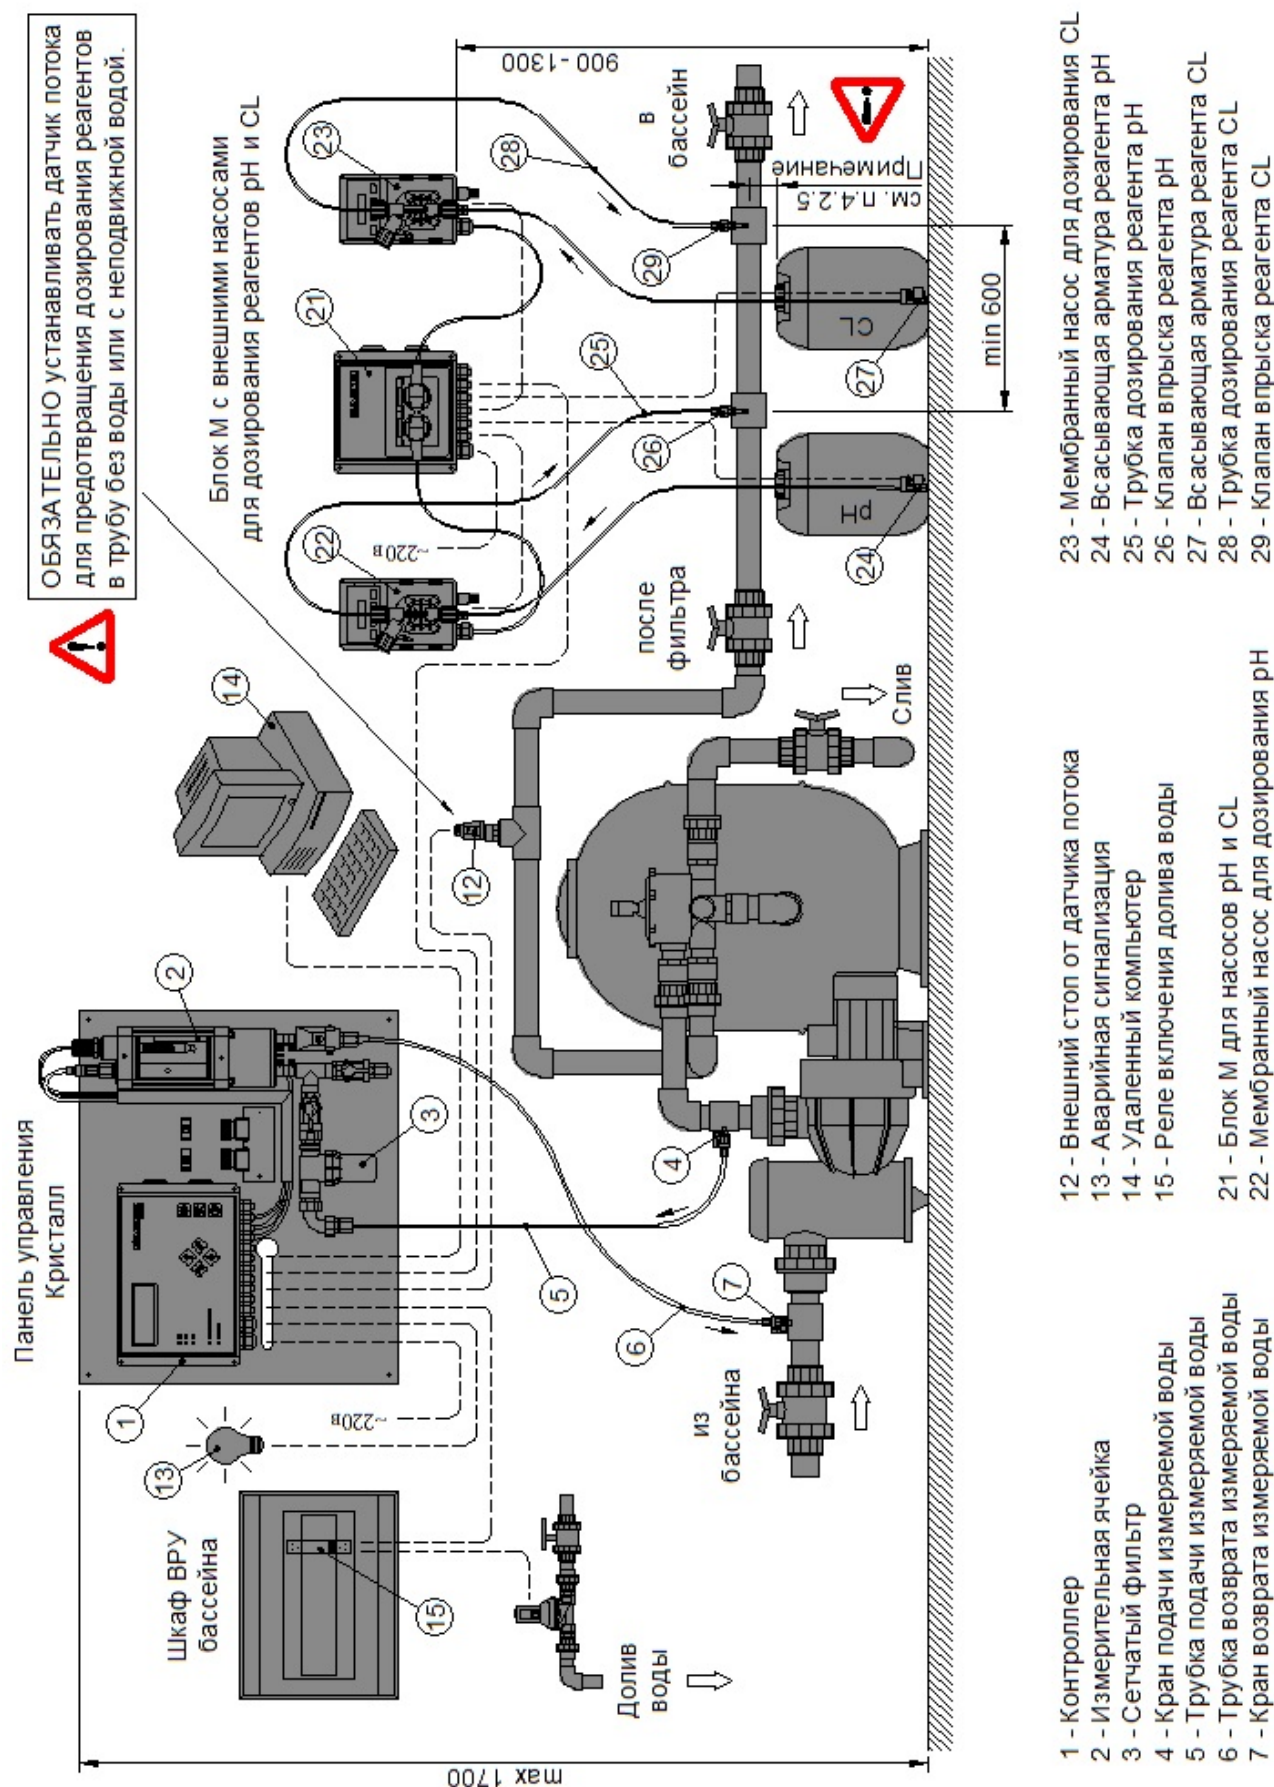

Рис. 2-1 Схема размещения оборудования Кристалл М
На рис.2-1 изображен монтаж станции Кристалл М: Rх, рН с отбором воды для измерений из трубопровода фильтрации, а на рис.4.3-1 – электросхема для этого монтажа.
Дозирование реагентов прекращается также при отсутствии потока воды в трубопроводе возврата воды в бассейн после фильтрации. Это необходимо для предотвращения дозирования реагентов в трубу с неподвижной водой или без воды. Для контроля потока воды необходимо установить в трубопровод специальный датчик потока (12), как это показано на рис.2-1. Для повышения точности измерения и дозирования в станции предусмотрена задержка включения дозирующих насосов после появления потока воды в измерительной ячейке или после возобновления фильтрации. Длительность этой задержки устанавливает Покупатель в настройках контроллера.
Дозирование реагентов может также прекращаться при включении долива воды в бассейн, если для этого долива используется электромагнитный клапан. В этом случае управление доливом рекомендуется производить через контактор (15), в котором через одну пару контактов подаётся питание к электромагнитному клапану долива воды, а через другую пару контактов в контроллер подается сигнал о включении долива (как это показано на рис.2-1, 4.3-1). Если нет необходимости или возможности блокировать дозирование реагентов при включении долива воды, то необходимо установить перемычку на клеммы «Доллив» внутри контроллера (см. подробнее п.4.3.1).
В домашних бассейнах, на которые требования упомянутого ГОСТ не распространяются, допускается отбирать воду для измерений из трубопровода циркуляционного водообмена (фильтрации), как это показано на рис.2-1 настоящего Руководства. Однако, используя это решение, следует знать, что значения измеряемых показателей воды из ванны бассейна и из трубопровода фильтрации не обязательно будут одинаковыми.
Панель управления станции устанавливается на стену технического помещения бассейна, как это показано на рис.2-1 настоящего Руководства.
Место для установки Панели управления надо выбирать с таким расчётом, чтобы трасса подачи измеряемой воды от точки отбора до измерительной ячейки была по длине не более 4 метров. Если вода для измерений отбирается из трубопровода фильтрации (как это показано на рис.2-1), то отсчёт длины вести от крана подачи измеряемой воды (поз.4 на рис.2-1). Если вода для измерений
Панель управления рекомендуется устанавливать не выше 1700 мм от пола (на уровне глаз), как это показано на рис.2-1, при этом над панелью должно оставаться не менее 200 мм свободного пространства для удобства установки/замены измерительных электродов в измерительной ячейке.
Блок М для подключения внешних насосов дозирования рН и CL устанавливается на стену технического помещения бассейна, как это показано на рис.2-1 и 4.2-2 Руководства.
Блок устанавливать не выше 1300 мм от пола рядом с дозирующими насосами для реагентов рН и CL (поз.22 и 23 на рис.2-1), чтобы минимизировать длину кабелей от Блока к дозирующим насосам и расходным канистрам реагентов. При этом справа и слева от Блока должно оставаться не менее чем по 200 мм свободного пространства для беспрепятственного открывания крышки Блока и подключения кабелей электроснабжения дозирующих насосов.
Насосы VFMS MF для дозирования рН и CL устанавливается на стену технического помещения бассейна строго вертикально, как показано на рис.2-1 (поз.22 и 23) и 4.2-3 настоящего Руководства.
Место для установки насосов рекомендуется выбрать вблизи клапанов впрыска реагентов рН и CL, чтобы минимизировать длину трубок дозирования реагентов (поз.25 и 28 на рис.2-1).
Насосы устанавливать не выше 1300 мм от пола, чтобы уменьшить высоту подъема реагента из расходной канистры к насосу и обеспечить свободное, без натяжения, подключение к насосам трубок всасывающей арматуры (поз.24 и 27 на рис.2-1). При этом над насосом должно оставаться не менее 150 мм свободного пространства для беспрепятственного открывания вверх прозрачной крышки насоса.
Кран подачи измеряемой воды устанавливается на напорный трубопровод насоса фильтрации (как это показано на рис.2-1, поз.4) или на напорный трубопровод специального насоса для измеряемой воды
Место для установки крана надо выбирать с таким расчётом, чтобы трасса подачи измеряемой воды от точки отбора до измерительной ячейки была по длине не более 4 метров. Если вода для измерений отбирается из трубопровода фильтрации (как это показано на рис.2-1), то отсчёт длины вести от устанавливаемого крана (поз.4 на рис.2-1).
Кран возврата измеряемой воды устанавливается на всасывающий трубопровод насоса фильтрации (как это показано на рис.2-1, поз.7) или на всасывающий трубопровод специального насоса для измеряемой воды.
Если кран устанавливается на горизонтальном участке трубопровода, то резьбовое отверстие G 1/4" для установки крана должно быть обращено вверх. Если толщина стенки трубопровода в месте установки крана меньше 5 мм, то эту толщину следует увеличить, установив на трубопровод соединительную муфту, как это показано на рис.2-1 и 4.2-4.
Клапаны впрыска реагентов рН и СL должны устанавливаться в соответствии с требованиями п.9.6.2.3 ГОСТ Р 53491.1–2009 на прямолинейном участке трубопровода подачи воды в бассейн после всех этапов водоподготовки. Клапаны устанавливаются таким образом, чтобы сначала в воду добавлялся реагент рН и лишь затем – реагент СL. Расстояние между клапанами должно быть не менее 600 мм, как это показано на рис.2-1, поз.26 и 29.